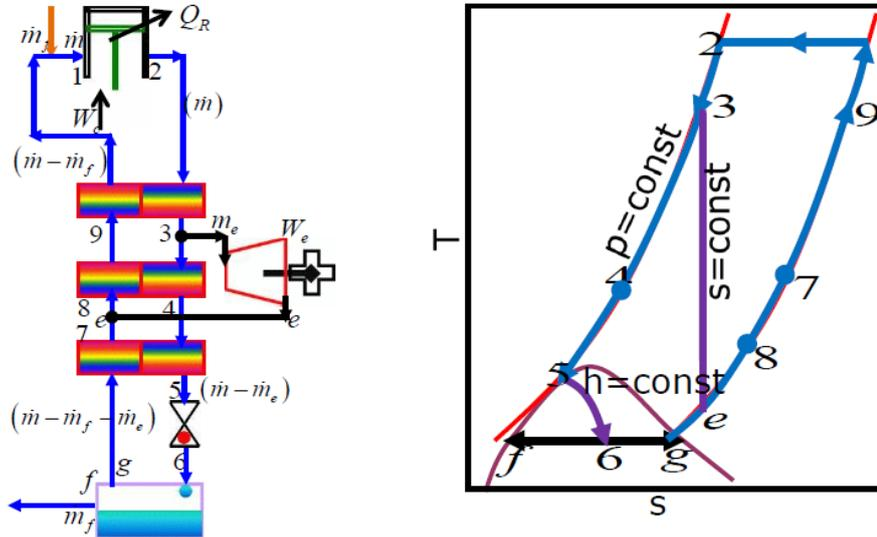

Figure-1
- Le système comporte également une turbine fonctionnant à travers le deuxième échangeur de chaleur, comme indiqué sur la figure-1.